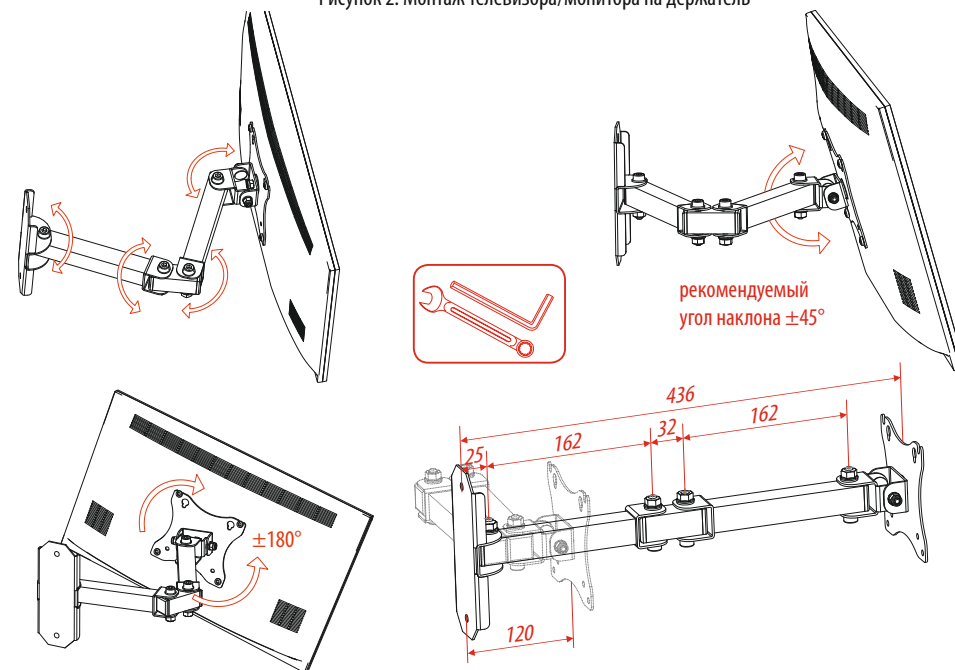

Рисунок 3. Регулировка положения телевизора/монитора.
- 4.7 Отрегулируйте положение телевизора/монитора (см. рис.3). При необходимости подтяните осевые винты с помощью соответствующего шестигранного ключа и гаечного ключа.